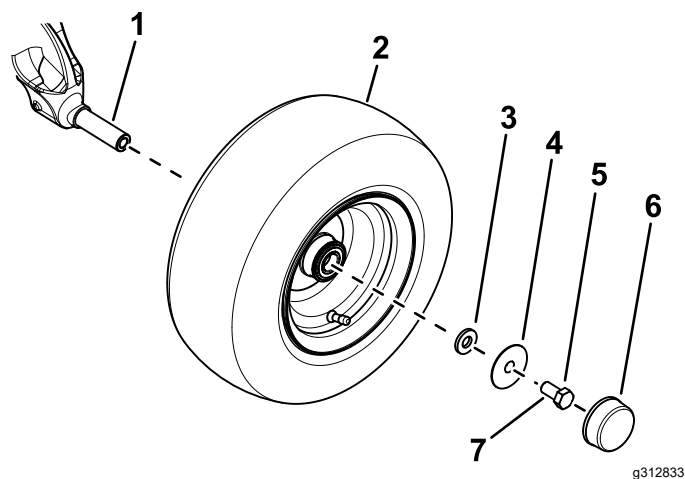

Рисунок 3
- B. Используйте малую шайбу, большую шайбу, болт ($\frac{5}{8}$ x $1\frac{1}{4}$ дюйма) для крепления колеса к шпинделю моста (Рисунок 3).
D. Установите пылезащитный колпачок на колесо (Рисунок 3).